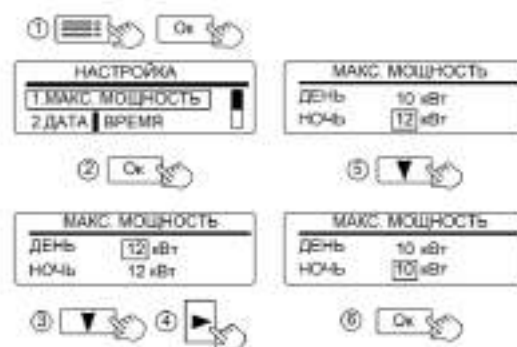
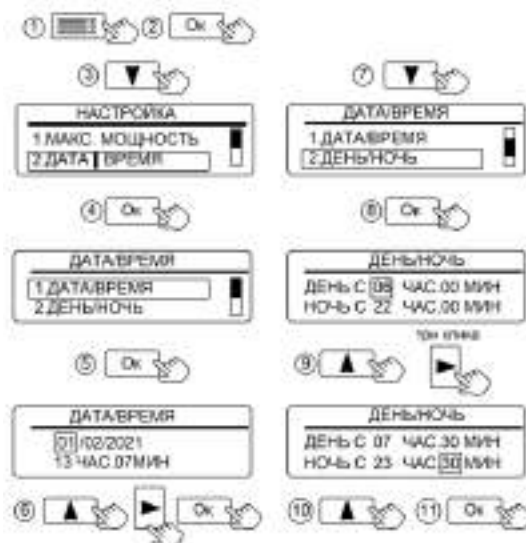

Рисунок 16. Настройка мощности прибора
Рисунок 17. Настройка даты и времени
**11.1.1 «1.МАКС. МОЩНОСТЬ»** - значение максимальной мощности прибора при его работе. При необходимости возможно ограничение мощности (см. рис. 16). При этом изменяется максимальное количество включаемых в работу ТЭН. Предусмотрено ограничение мощности для двух значений ДЕНЬ/НОЧЬ. Настройка интервалов времени для значений ДЕНЬ/НОЧЬ показана на рис. 17.
Установка текущей календарной даты и времени в последовательности «число, месяц, год, часы, минуты» (см. рис. 17).